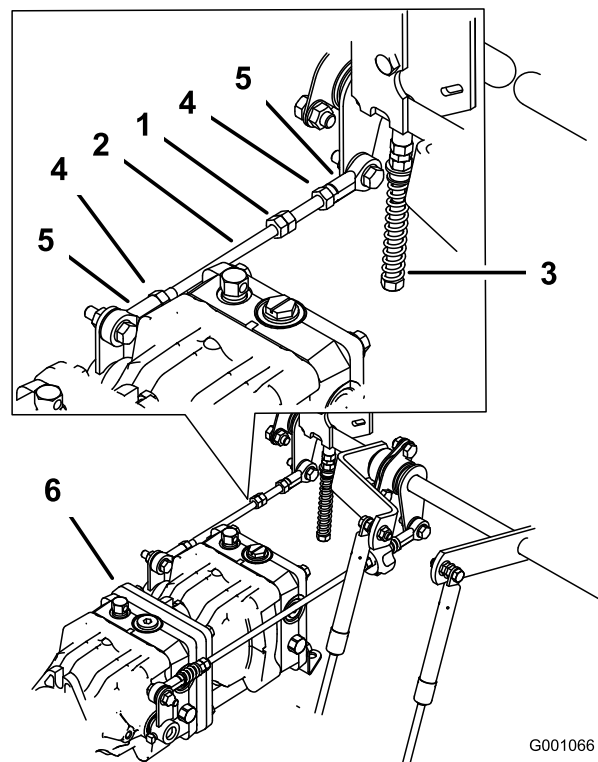

Bild 79
1. Lockern Sie die Sicherungsmuttern an den Kugelgelenken der Pumpsteuerungsstange (Bild 79).
3. Stellen Sie die Länge der Pumpstange ein, indem Sie die Doppelmuttern an der Stange so weit in die entsprechende Richtung drehen, bis das Rad stillsteht oder sich leicht zurückdreht (Bild 79).
6. Ziehen Sie die Klemmmuttern an den Kugelgelenken fest (Bild 79).